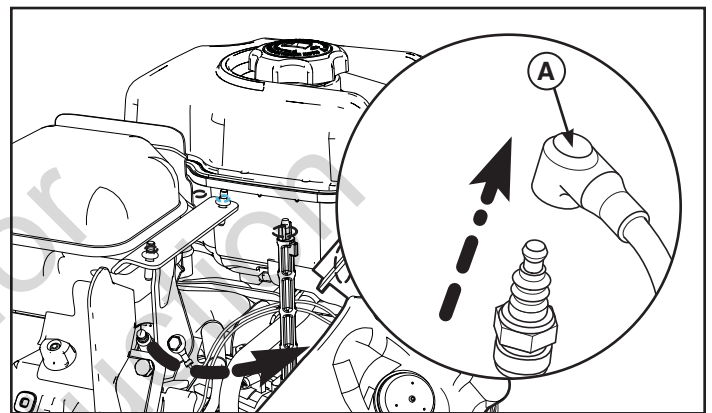

Figure 12
1. Pendant que le moteur est arrêté mais encore chaud, déconnectez le câble de la bougie (A, Figure 12) et tenez-le à l'écart de la bougie.